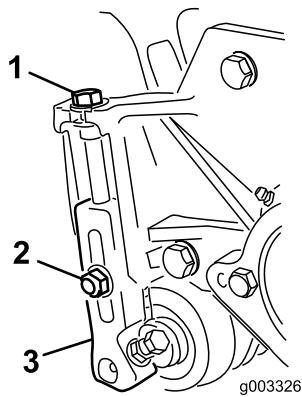

Figura 22
1. Afloje las contratuerzas que fijan los brazos de altura de corte a las chapas laterales de la unidad de corte (Figura 22).